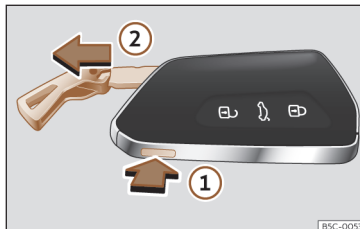

Fig. 57 Llave del vehículo: extraer el espadín.
- Si pulsa una vez el botón»» **fig. 57 ①** se desbloquea el espadín y aparece una argolla a modo de llavero.
- Mantenga pulsado el botón **①** y al mismo tiempo tire de la argolla en la dirección de la flecha»» **fig. 57 ②** para extraer completamente el espadín.